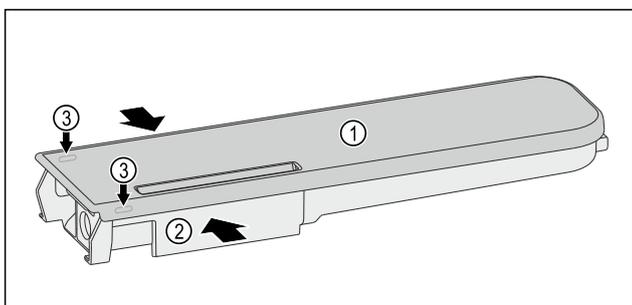

Fig. 127
- ▶ 挤压水容器 Fig. 127 (2)，然后小心地将盖子 Fig. 127 (1) 从锁定凸耳 Fig. 127 (3) 上撬起并向上拉。
- ▶ 略微来回移动盖子 Fig. 127 (1)，然后将其向上取下。